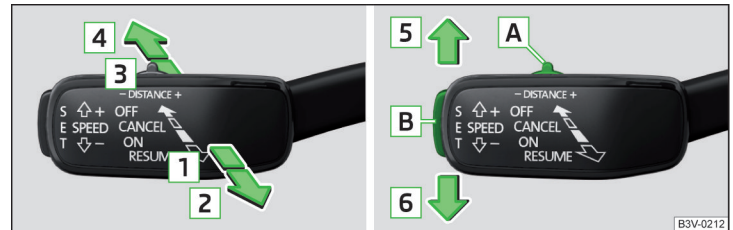

Abb. 194 Bedienungshebel
Übersicht der ACC-Funktionen, welche mit dem Hebel bedient werden » Abb. 194
- Die Taste **SET** » **Abb. 194 auf Seite 156** drücken.
- oder: Den Hebel in die gefederte Stellung **RESUME** » **Abb. 194 auf Seite 156** einstellen.
- Den Hebel in die gefederte Stellung **CANCEL** » **Abb. 194 auf Seite 156** einstellen.
Die gewünschte Geschwindigkeit wird mit dem Bedienungshebel eingestellt oder geändert » **Abb. 194 auf Seite 156.**
» **Abb. 194 auf Seite 156** oder im Infotainment » *Bedienungsanleitung Infotainment* eingestellt werden.
» Den Schalter **DISTANCE** in die gefederte Stellung – oder + einstellen » **Abb. 194 auf Seite 156**.
Ein Beschleunigungsvorgang kann jederzeit durch Betätigung des Bremspedals oder den Druckpunkt **CANCEL** am Bedienungshebel » Abb. 194 auf Seite 156 abgebrochen werden.